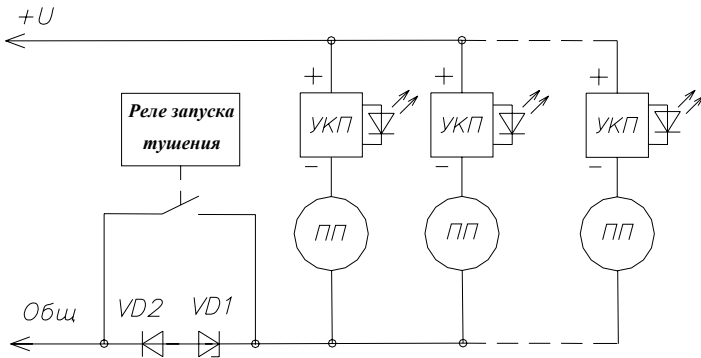

Рис. 5.1.
5.1 В простейшем случае монтаж линии пуска производится в соответствии со схемой Рис.5.1. УКП включается последовательно с управляемым ПП с соблюдением полярности. Элементы VD1, VD2, монтируются рядом с прибором управления.